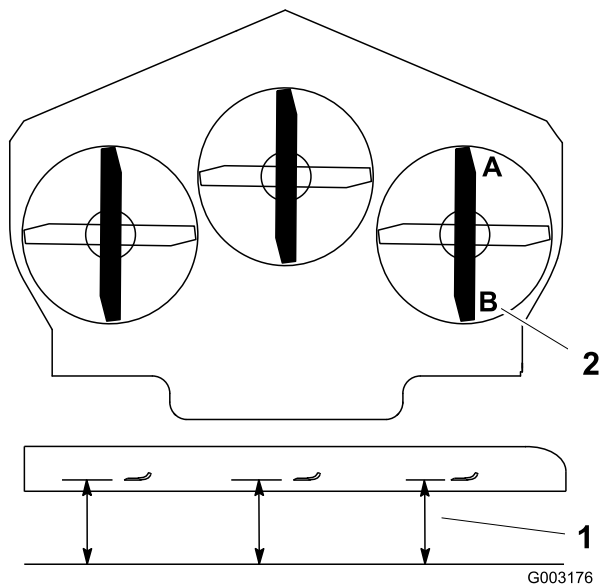

Bild 69
1. Stellen Sie das rechte Schnittmesser in Längsrichtung (Bild 69).
2. Messen Sie das rechte Messer an der Stelle **A** von einer ebenen Oberfläche bis zur Schnittkante der Messer (Bild 69).
4. Messen Sie das rechte Messer an der Stelle **B** von einer ebenen Oberfläche bis zur Schnittkante der Messer (Bild 69).
6. Das Schnittmesser sollte an Stelle **A** 6 mm bis 10 mm niedriger sein als an Stelle **B** (Bild 69). Sollte die Einstellung nicht richtig sein, machen Sie mit den folgenden Schritten weiter.